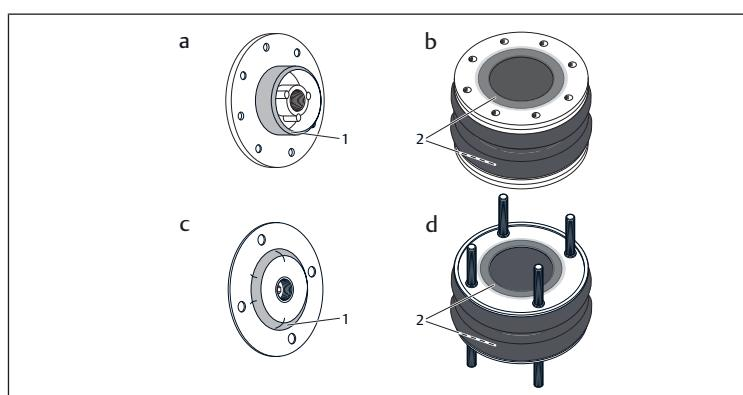

Abb. 2: Benetzungsbereich Deckel (1) | Benetzungsbereich Balg (2)
1. Benetzen Sie vor der Montage die Öffnungen des Balgzyliners und den Fassungsbereich der Deckel mit Seifenwasser (siehe Abb. 2).